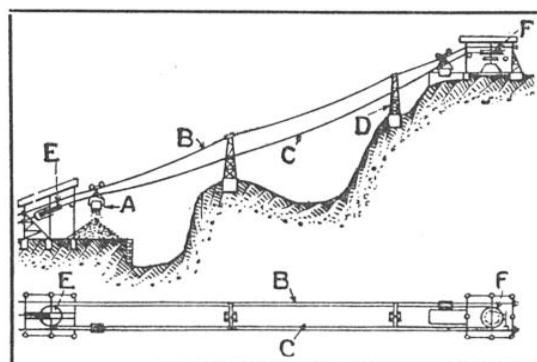

FIG. 6. — TRICABLE VA-ET-VIENT
*6e Tricâble, deux porteurs et un tracteur, à mouvement de va-et-vient (fig. 6). —* Les deux porteurs sont tendus parallèlement entre les stations extrêmes. Le tracteur forme une boucle dont les deux brins se trouvent au-dessous ou au-dessus des porteurs. Deux wagonnets roulent, un sur